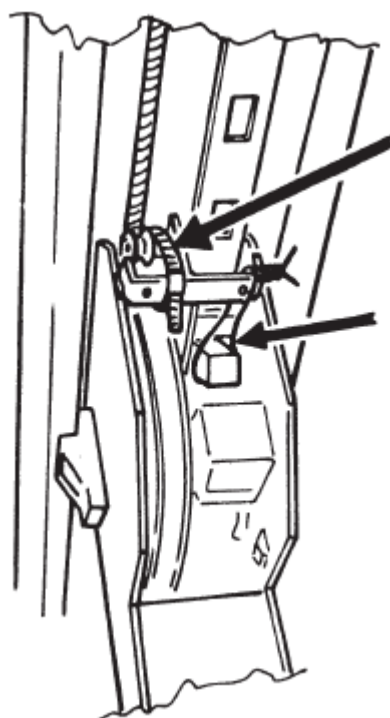

Рисунок 23
- Привяжите предохранительные запоры и защёлки в положении расцепления (Рис.23).